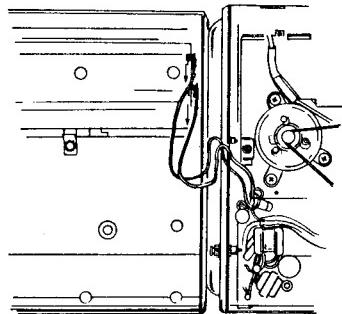

Abb. 7
2. Die Drähte der Stromversorgung aus den Batterieanschlußklemmen ziehen, die sich am Batteriefach befinden (Abb. 7).